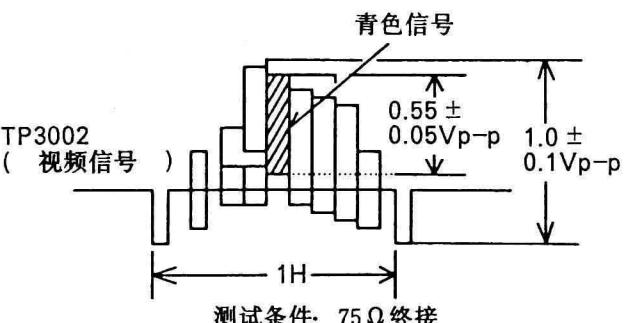

图 16
- 步骤: ① 以 SP 方式用空白磁带记录彩条信号;
② 将示波器连接到 TP3002, 条件: 75Ω 终接;
③ 调节 VR803, 使青色电平调为 $0.55 \pm 0.05\text{Vp-p}$, 如图 16 所示。